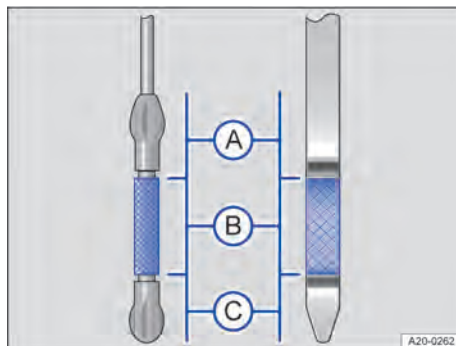

Fig. 208 Jauges d'huile avec repère pour niveau d'huile-moteur (variantes)
7. Retirez de nouveau la jauge d'huile puis lisez le niveau d'huile sur la jauge comme suit → fig. 208 :
13. À la fin de l'appoint, le niveau d'huile doit se situer au milieu de la zone → fig. 208 . Le niveau d'huile ne doit pas se situer dans la zone → fig. 208  → .
→ fig. 208 , ne démarrez pas le moteur. Faites appel à un spécialiste.